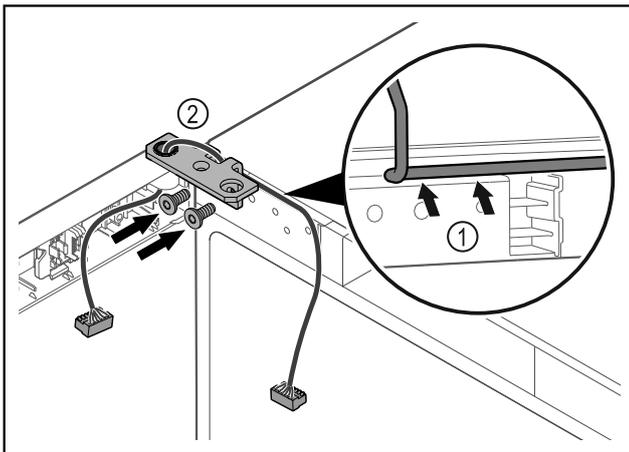

Fig. 43
- ▶ Pasar el cable por la escotadura de la escuadra de bisagra y tenderlo con cuidado Fig. 43 (1).
- ▶ Atornillar la escuadra de bisagra Fig. 43 (2).